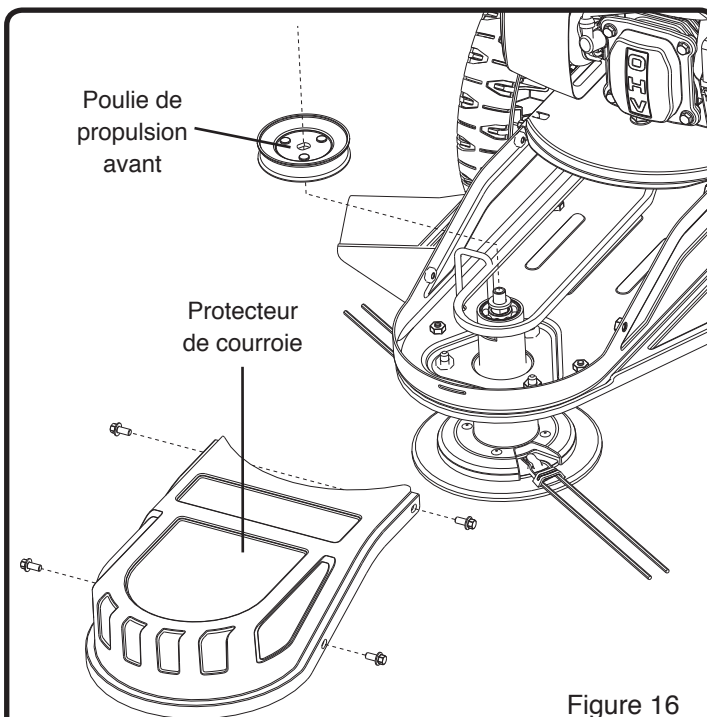

Figure 16
1. Retirez les quatre attaches maintenant le protecteur en plastique de la courroie, au boîtier de la débroussailleuse. (Voir Figure 16)
3. Retirez l'écrou à embase et la rondelle maintenant en place la poulie de propulsion avant sur la tête de la débroussailleuse. (Voir Figure 16)